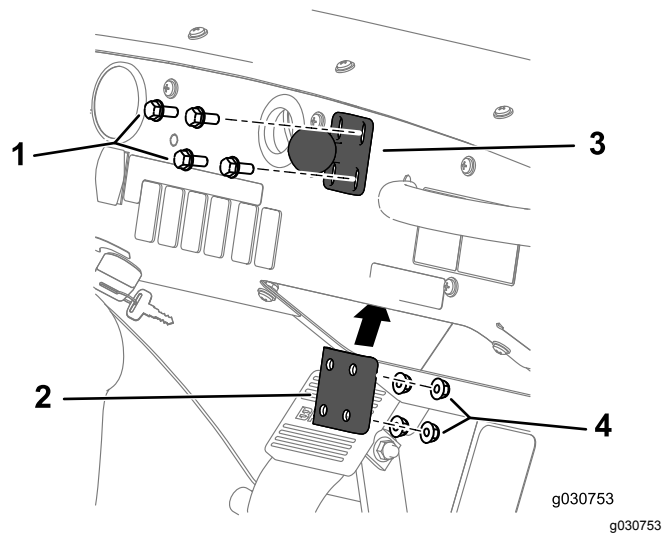

Figure 152
- Fixez le support à rotule à la planche de bord à l'aide des 4 boulons (1/4 x 1-1/2"), du raidisseur et du contre-écrou à embase (1/4"), comme montré à la Figure 152.